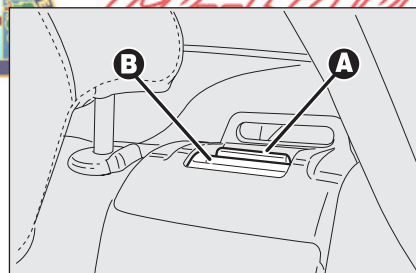

fig. 96
- ☐ sollevare la leva **A-fig. 96** di ritengo schienale e ribaltare quest'ultimo in avanti. Il sollevamento della leva è evidenziato da una "banda rossa" **B**.
Assicurarsi che lo schienale risulti correttamente agganciato su entrambi i lati ("bande rosse" B-fig. 96 non visibili) per evitare che, in caso di brusca frenata, lo schienale possa proiettarsi in avanti causando ferimento ai passeggeri.